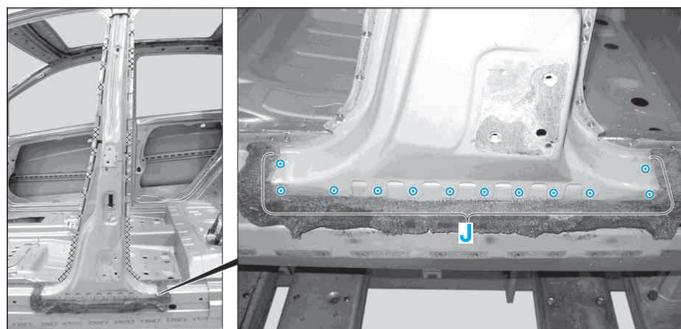

FIG. 64
- Fraiser les points de soudure dans la zone (J) (Fig.64).